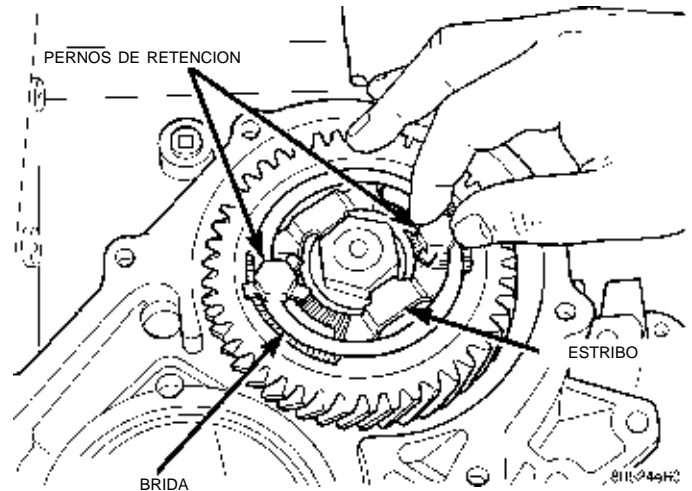

Fig. 154 Extracción de los pernos de la brida
- (2) Retire los pernos que fijan la brida de retención al estribo (Fig. 154).